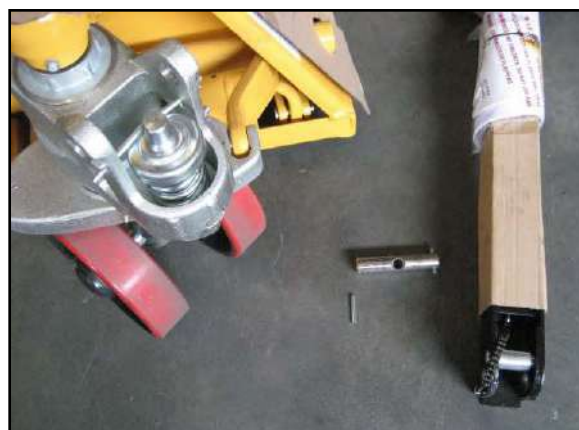

Figura 6 – Particolari.
1. Controllare di avere tutti i particolari (Figura 6).